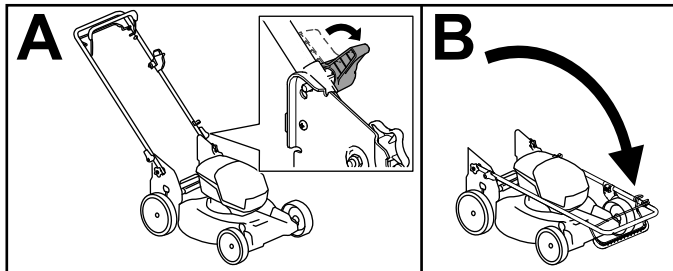

Figura 17
4. Desengate os bloqueios do manípulo até conseguir mover livremente o manípulo superior (A da Figura 17).
5. Dobre a pega para a frente para a posição totalmente para a frente (B de Figura 17).
6. Para desdobrar a pega, repita o passo A da Figura 17 e dobre a pega para a posição de funcionamento.